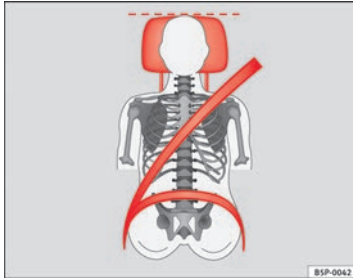
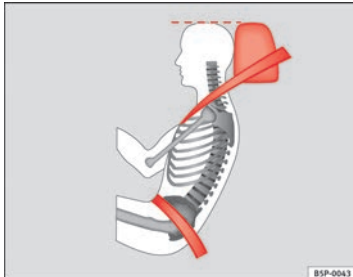

Abb. 3 Richtig eingestellte Kopfstütze von vorne betrachtet
Abb. 4 Richtig eingestellte Kopfstütze von der Seite betrachtet
- Stellen Sie die Kopfstütze so ein, dass sich die Oberkante der Kopfstütze möglichst auf einer Linie mit dem oberen Teil des Kopfes, aber mindestens auf Augenhöhe befindet. → Abb. 3 und → Abb. 4.